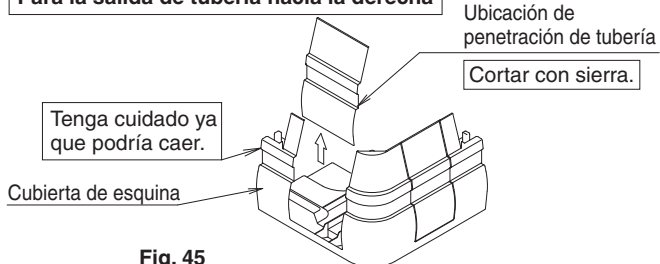

Fig. 45
- Para la salida de la tubería hacia atrás y hacia la derecha, corte la cubierta de la esquina tal y como se muestra en la Fig. 45 y extráigala. (Durante el corte, preste atención e instale en la unidad interior de modo que las piezas de la cubierta de esquina no caigan.)